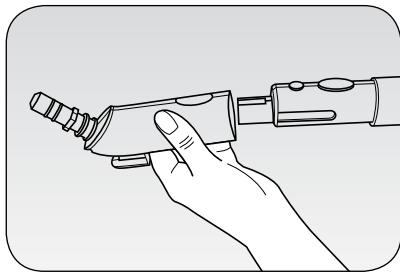

Fig. 7
Este acessório, a montar no adaptador (13) (Fig. 7), é utilizado com os tubos de extensão (9) e contém práticas pinças prende-pano que além de prender o pano fornecido (7), pode prender todo tipo de pano lavável na máquina.